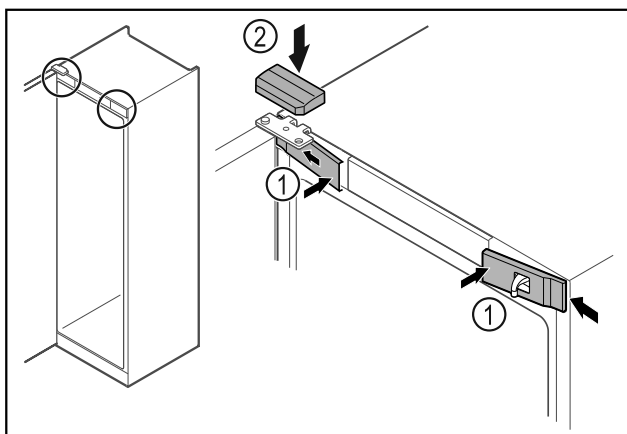

Fig. 42
- ▶ Зацепите сбоку и защелкните передние крышки Fig. 42 (1).
- ▶ Защелкните верхнюю крышку Fig. 42 (2) сверху.